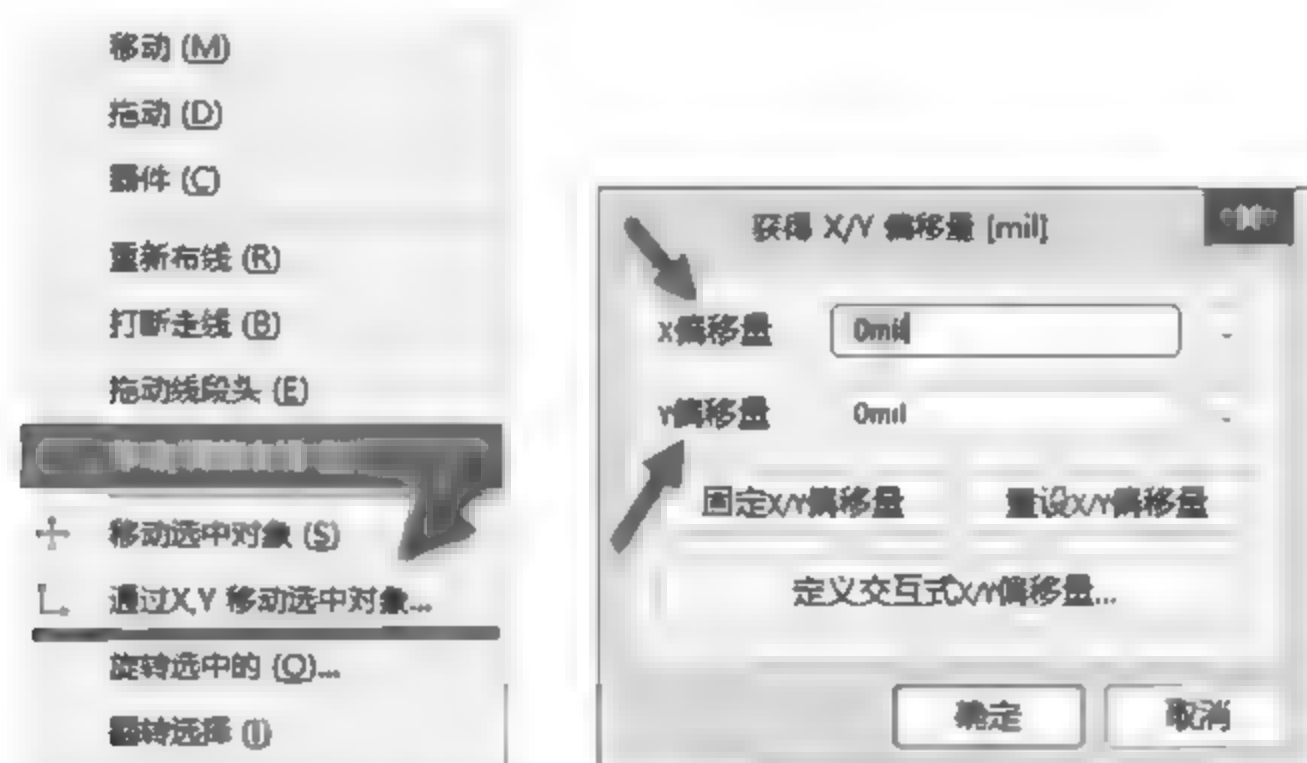

图 8-50 X/Y 偏移量设置
(2)也可以按快捷键 M,在弹出的菜单中执行“通过 X,Y 移动选中对象...”命令,在弹出的“获得 X/Y 偏移量”对话框中输入 X/Y 偏移量即可按照相应的数值移动,如图 8-50 所示。